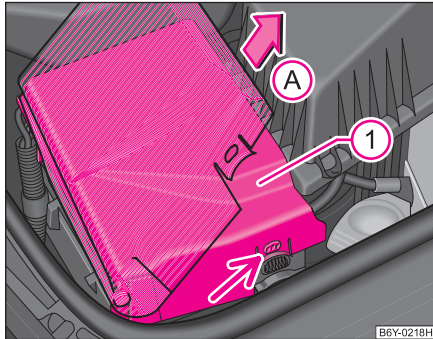

Abb. 146 Motorraum:
- Drücken Sie die Verrastungen an den Seiten der Batterieabdeckung ① ⇒ Abb. 146.